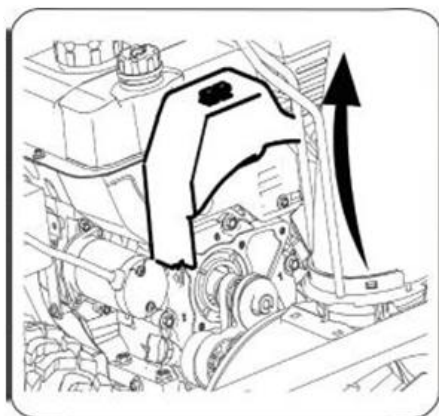

Рисунок 29
1. Открутите два самонарезающих винта и снимите кожух ремня в передней части двигателя (рис.29).